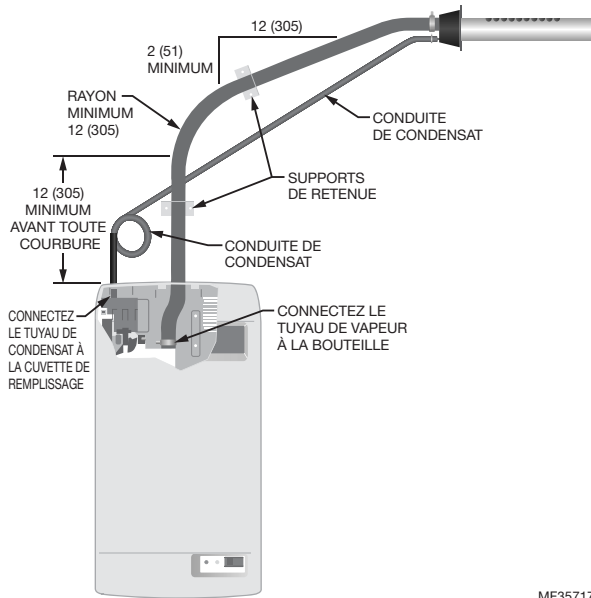

Fig. 12. Distributeur à vapeur au-dessus de l'humidificateur (tuyau). Mesures en po (mm).
- La meilleure pratique constitue l'utilisation de tuyaux de vapeur d'une longueur ne dépassant pas 6,1 m (20 pi), en raison de la condensation, de l'accumulation et de la perte de sortie excessive possible. Suivez toujours les consignes d'installation pour les tuyaux de vapeur de longueur supérieure. Voir les Figures 12 à 15.